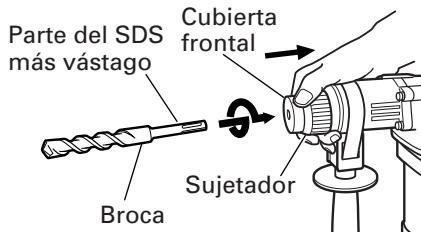
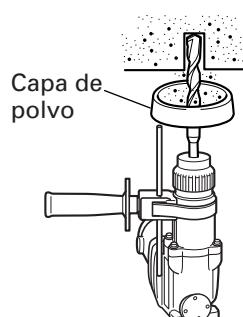
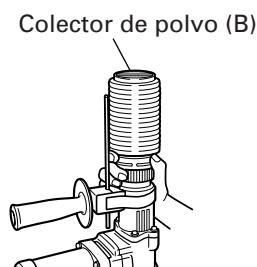

Fig. 2
Fig. 3
Fig. 4
## 6. Montaje de la broca (Fig. 2)
(1) Para colocar una broca (SDS más vástago), tire completamente de la empuñadura en el sentido de la flecha como se muestra en la Fig. 2 en inserte profundamente la froca girándola.
(2) Al soltar la empuñadura, la broca quadará asegurada.
(3) Para extraer la broca, tire completamente de la empuñadura en el sentido de la flecha y tire hacia afuera de la broca.
## 7. Cuando instale la copa de polvo o el lector de polvo (B) (Accesorios facultativos) (Fig. 3, Fig. 4)
Emplee la copa de polvo instalando la broca como se muestra en la Fig. 3.
Para emplear el colector de polvo (B), Insértelo desde la punta de la broca alineándolo con la ranura de la empuñadura. (Fig. 4)